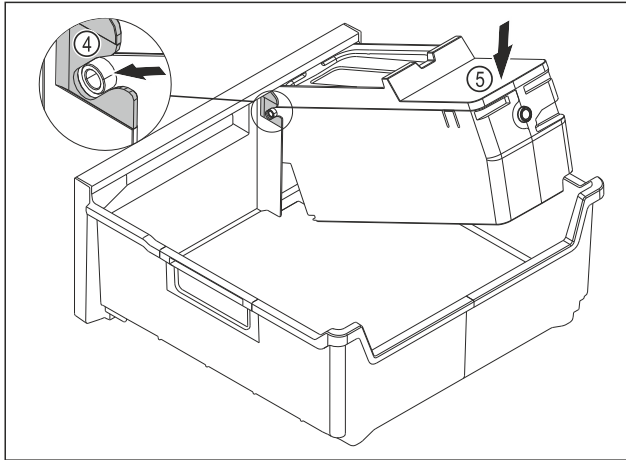

Fig. 135
- ▶ Montáž korpusu EasyTwist-Ice: Osi korpusu EasyTwist-Ice zasunúte do vedení Fig. 135 (4).
- ▶ Zatláčte korpus EasyTwist-Ice Fig. 135 (5) zozadu smerom nadol.